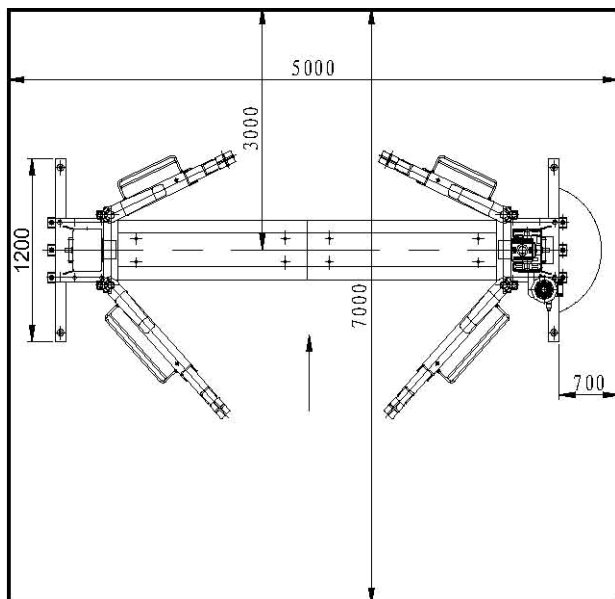
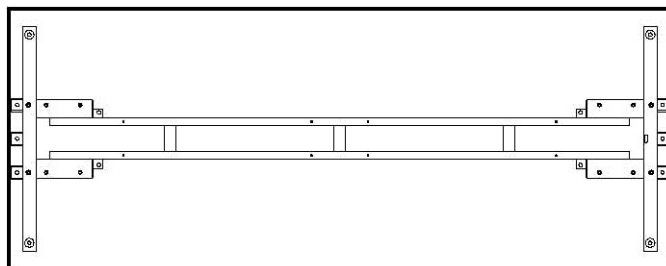

Fig. 27
Fig. 29
- ◆ Coloque o chassis e a placa fixa de acordo com a Fig. 27 e a Fig. 29.